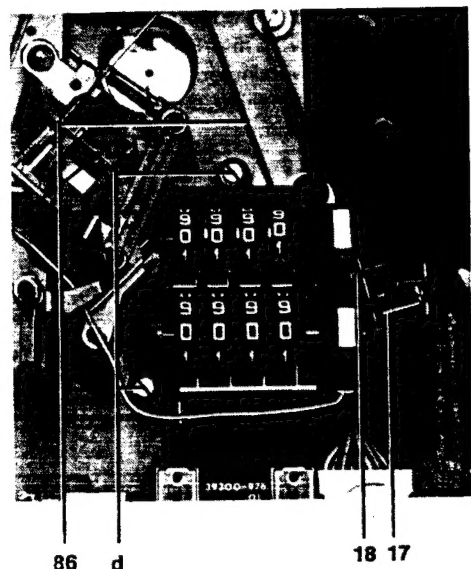

Abb. 6 Netzschalter und Vorwählzähler
9. Netzschalter 17 [Abb. 6]
10. Vorwahlzähler 85 [Abb. 6]